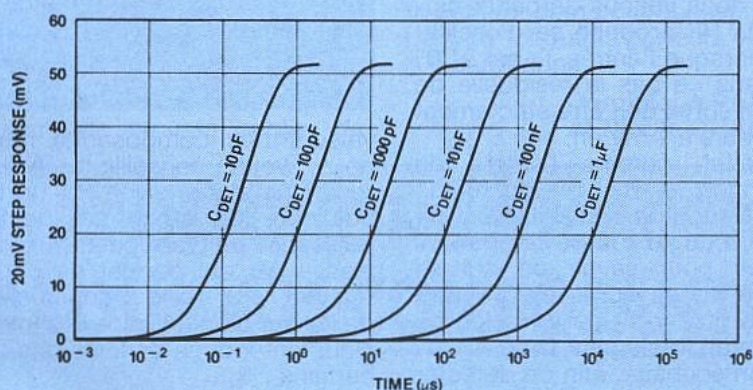

Figure 6.
– Cdet va donc régir la valeur maximale du débit puisqu'elle agit sur le temps de retard à la démodulation du montage (voir figure 6). Comme on peut le voir